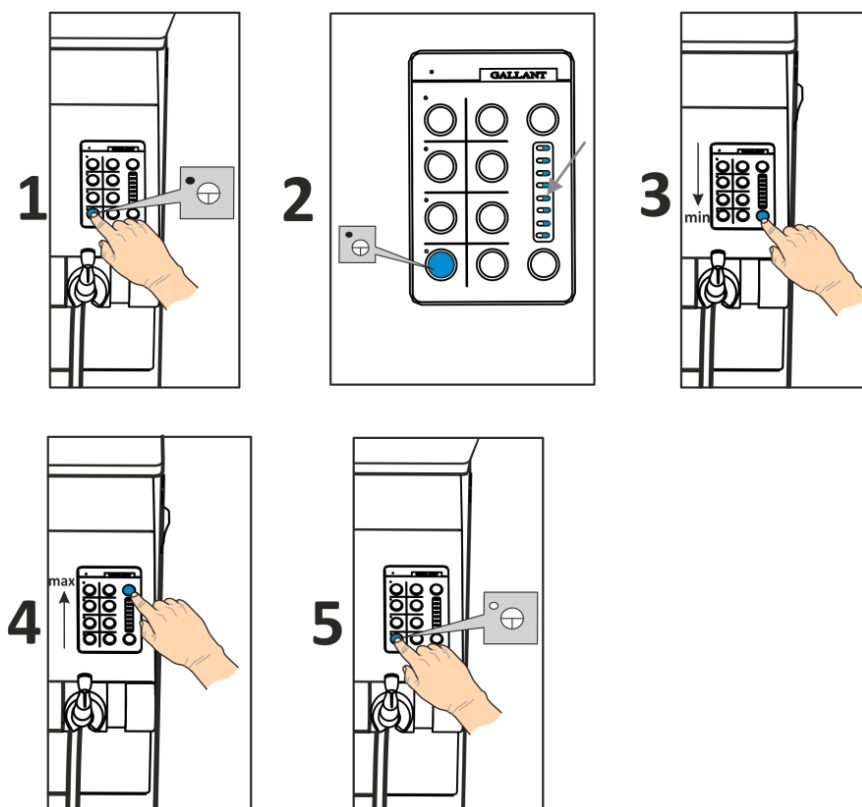

Рисунок 15
4.6.3.1 Натисніть кнопку вмикання режиму ЕНДО - при цьому миготить індикатор, який означає встановлення даного режиму (див. Рисунок 15)